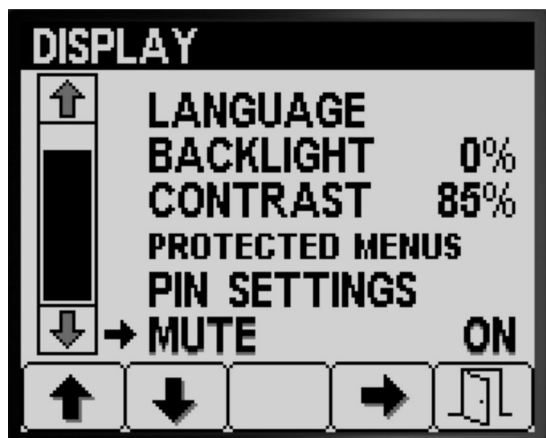

Figura 30
1. Prima os botões 1 ou 2 para navegar para a opção SILENCIAR (Figura 30).